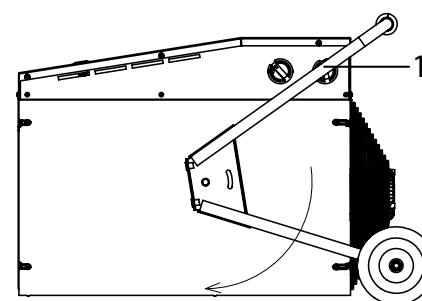
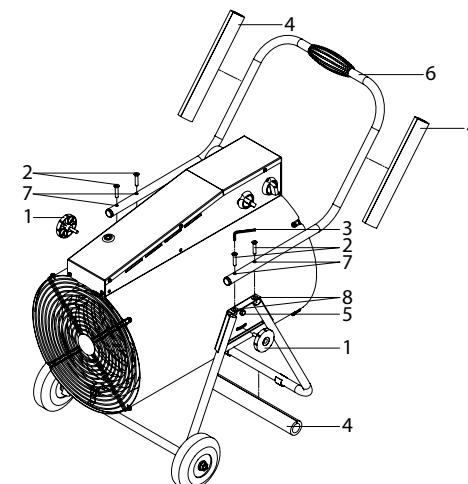

Рис. 4
Рис. 5
Перевести колесную опору (1) (Рис. 4) в горизонтальное положение, повернув её, как указанно на рис. 5.
Закрутить барашковые винты (1) и болт M6x20 (2 шт.) (5) с обеих сторон. Отверстия (7) на ручке (6) совместить с резьбовыми гайками (8) на колесной опоре и закрутить винты (2) шестигранным ключом идущим в комплекте (3). Снять транспортировочные изоляторы (4). Прибор готов к использованию. (Рис. 5)